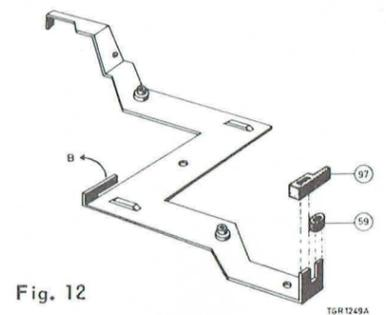

Fig. 12
1. La patte B sur l'équerre Z doit, dans les positions "embobinage", "rebobinage" et "reproduction", être dégagée d'au moins 1 mm de la came de butée sur le panneau de commande, rep. 74. Le réglage peut se faire lorsqu'on courbe la patte B selon l'indication de la figure 12.